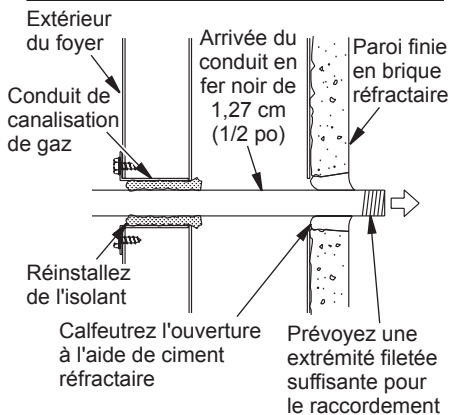

Figure 23 - Installation de la canalisation de gaz
3. Acheminez une canalisation de gaz en fer noir de 1,27 cm (1/2 po) dans le foyer par l'arrière par le manchon de conduit de canalisation de gaz (ajoutez de la hauteur si vous utilisez une plate-forme d'élévation). Prévoyez une longueur suffisante de conduit dans la chambre du foyer pour effectuer le raccordement (voir figure 23).